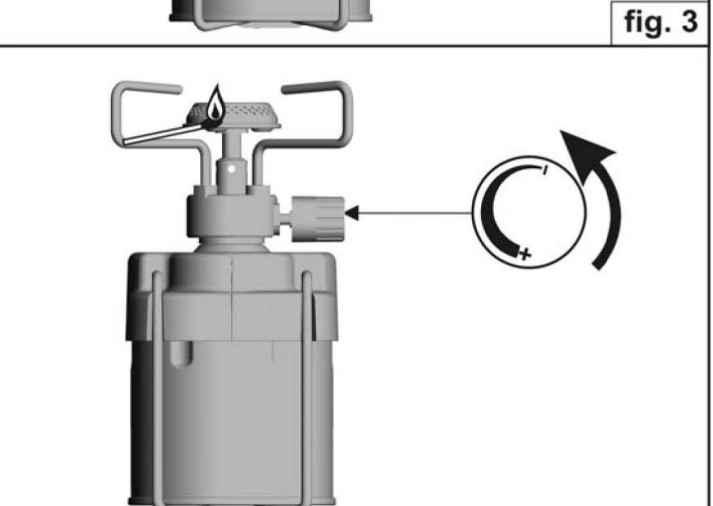

fig. 4
- Allumage du brûleur (fig. 4)
- Positionner les bras-support de casserole (2)
- Présenter une flamme à proximité du brûleur (1) puis ouvrir progressivement le gaz en tournant le volant (2) dans le sens inverse de rotation des aiguilles d'une montre (voir détail fig. 4)